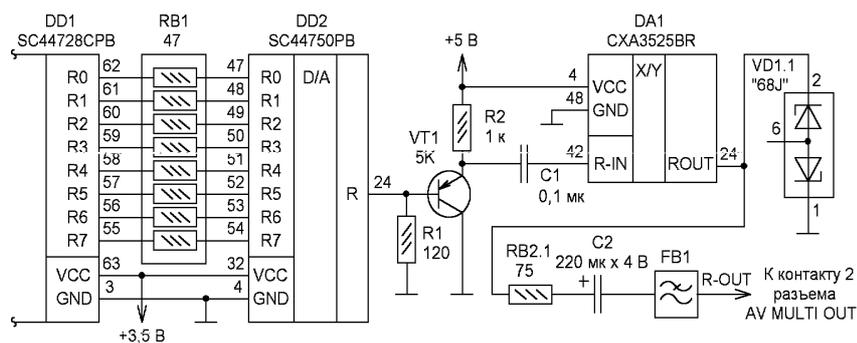

рис.8
На рис.8 приведена часть электрической схемы PS2, показывающая путь прохождения сигналов в канале красного (R) цвета. Каналы синего (B) и зеленого (G) цвета построены аналогично.